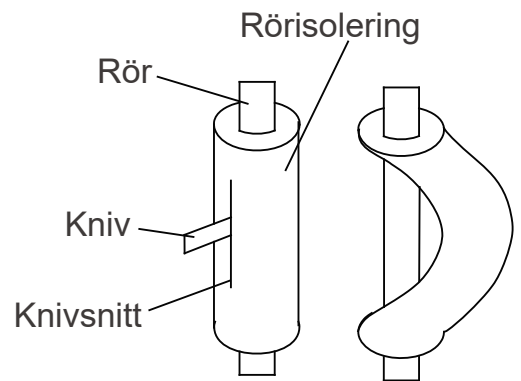

Fig. 13
- (2). Böj inte röret i mer än 90°.
- (3). Om röret böjs flera gånger eller sträcks blir röret hårt, vilket gör att det blir svårt att böja eller sträcka det igen. Böj eller sträck inte röret mer än 3 gånger.
- (4). Böj inte röret med isoleringen på. Röret kommer att knäckas. Skär upp isoleringen med en vass kniv enligt Fig. 13. Efter utförd böjning måste isoleringen sättas tillbaka och fästas med tejp.